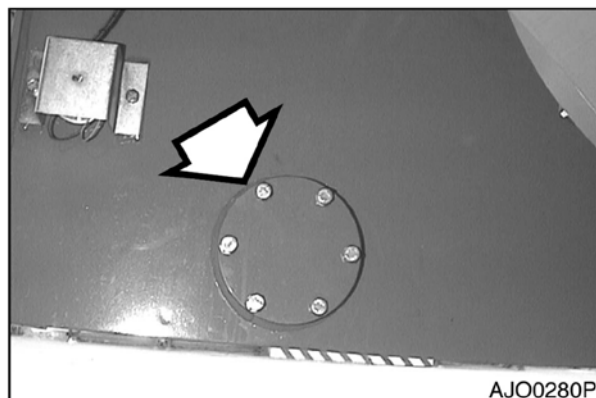

Рис. 73
4. Снять болты, смотровую крышку и прокладку (рис. 73) с топливного бака.